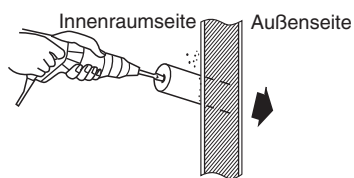

Abb. 3-16
- (8) Wenn die Leitungen und Kabel zur Rückseite des Geräts verlegt werden sollen, müssen die entsprechenden Löcher in der Wand hergestellt werden. (Abb. 3-16)